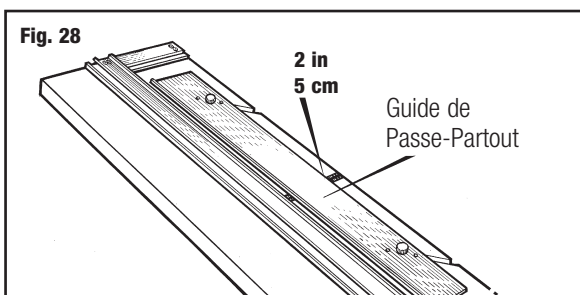

Fig. 24
1. Quitar la guía de paspartús (**Fig. 24**)